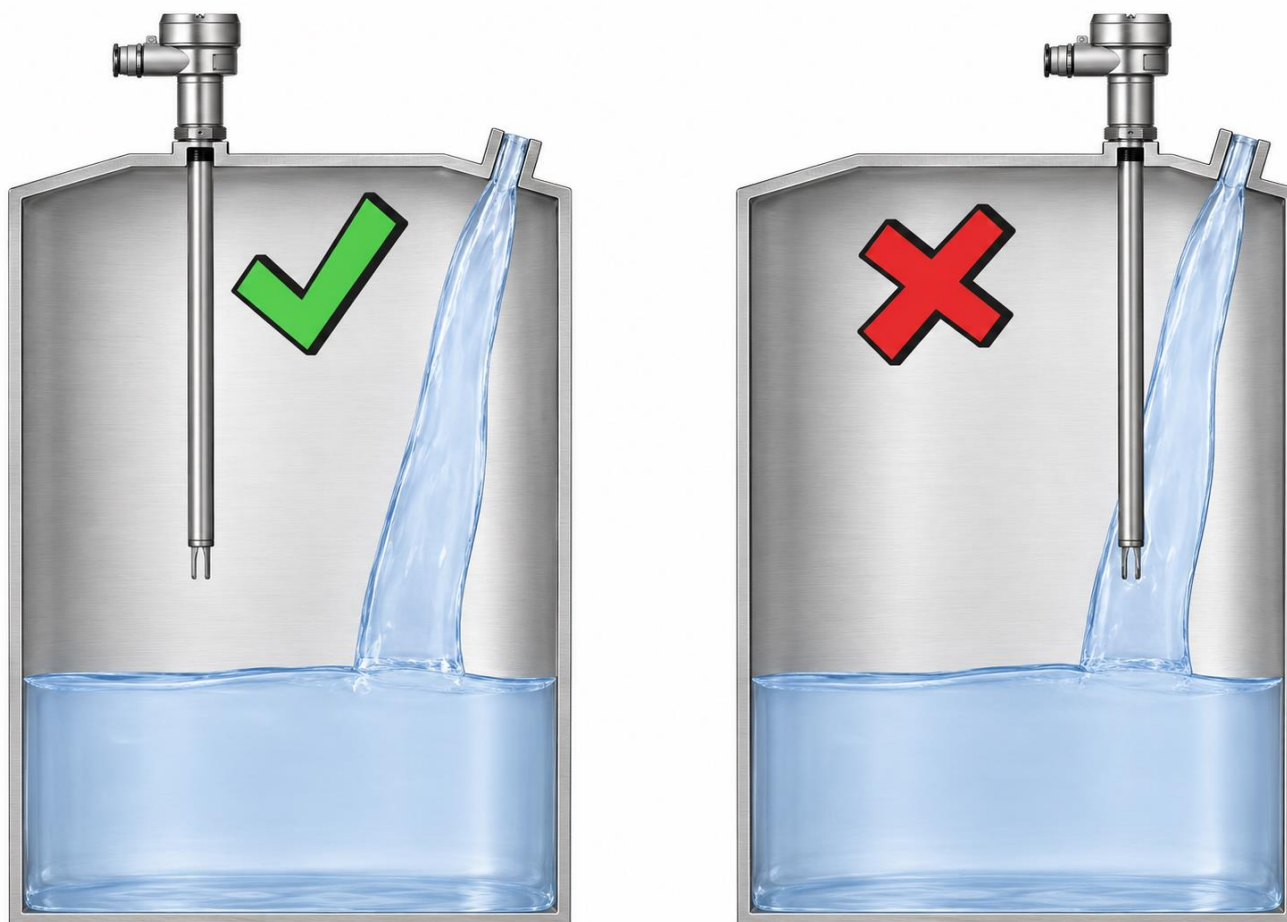

Рисунок 55 – Монтаж сигнализатора относительно трубы налива
- избегать установки вблизи от места входа жидкости в резервуар у наливного отверстия (рисунок 55);